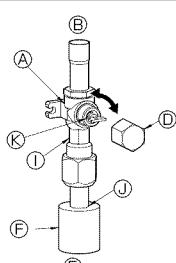
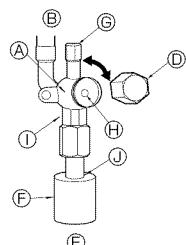

Fig. 4-5
Fig. 4-6
- (1) Lado del gas de A24-A42 (Fig. 4-5)
- ① Quite la tapa, tire de la manivela hacia usted y gire 1/4 de vuelta hacia la izquierda para abrir.
- ② Cerciórese de que la válvula de parada esté completamente abierta, empuje la manivela y enrosque la tapa en su posición original.
- (2) Lado del líquido de A24-A42 y lado del gas/líquido de A12, A18 (Fig. 4-6)
- ① Abra la tapa y gire la varilla de válvula hacia la izquierda hasta su tope, utilizando una llave hexagonal de 4 mm. Deje de girar cuando llega al tope. (ø6,35, 1/4 inch: Aproximadamente 4,5 revoluciones) (ø9,52, 3/8 inch: Aproximadamente 10 revoluciones)